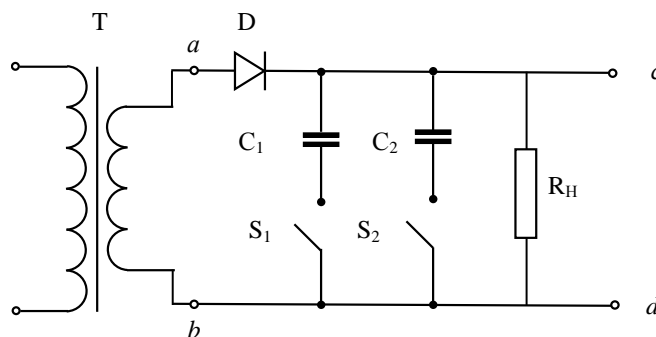

Рис.9
1. Собрать схему для исследования однополупериодного выпрямителя, показанную на рис.9, и представить для проверки преподавателю.